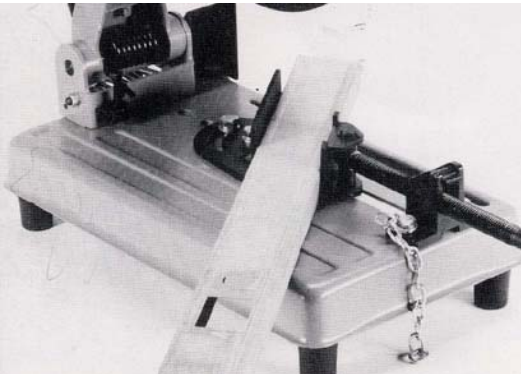

Fig.6
2. La Fig.6 muestra una pieza de corte, bloqueada en el tornillo de banco para una típica operación de corte en ángulo.